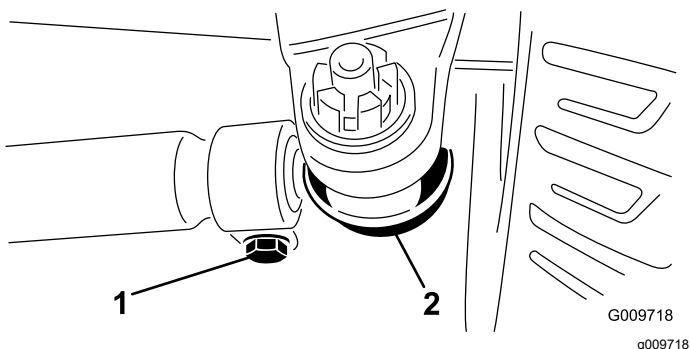

Figure 98
3. Pour le régler le pincement, retirez la goupille fendue et l'écrou de l'une des rotules de biellette (Figure 98).
5. Desserrez les fixations aux deux extrémités des biellettes (Figure 98).